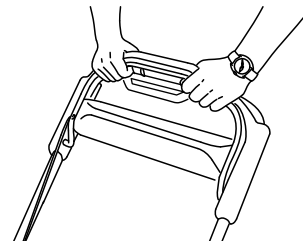

Figura 21
3. Sujete la barra de control de las cuchillas contra el manillar (Figura 21).